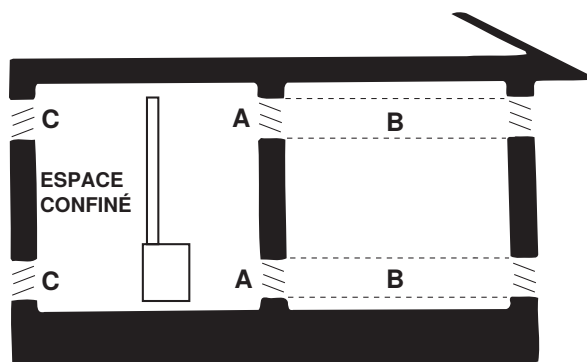

Figure 6. Ouvertures d'air de combustion en espace confiné (se reporter au Tableau 10)
- Prévoyez des ouvertures proches du sol et du plafond pour la ventilation et la circulation d'air de combustion comme illustré sur la Figure 6 et comme indiqué dans le Tableau 10.
*Voir Figure 6.